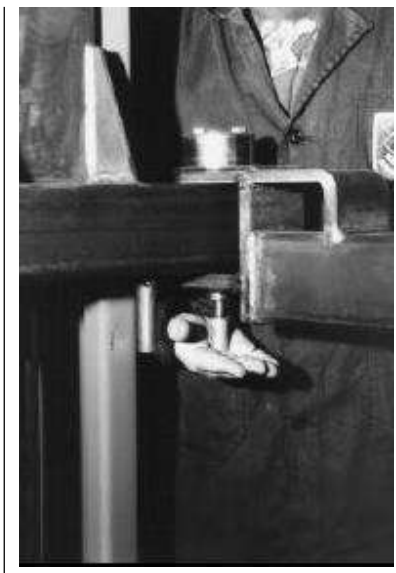

Рис. 54. Устройство контроля блокировки кронштейнов
6. Вставьте штифт (7) в сборе с фиксирующей шайбой (8) (предварительно собранный изготовителем) на конец штифта с бороздкой, которая расположена в нескольких миллиметрах от кронштейна. Затем установите пружину (9), внутренний диаметр должен совпадать с диаметром шайбы расположенной на фиксаторе (5). Закройте узел крышкой (10), вставьте винты (11), выполнив центровку отверстий опоры и кронштейнов, а затем затяните винты.
7. Плотно привинтите удлинительную втулку (12) к выступающей части пружины-толкателя штифта (5).
Убедитесь в том, что устройство, блокирующее перемещение кронштейнов работает правильно, нажимая в направлении вверх на удлинитель пружины-толкателя (1) и, перемещая кронштейн в одном из 2 направлений таким образом, чтобы после небольшого поворота штифт возвращался в исходное положение (Рис. 54).